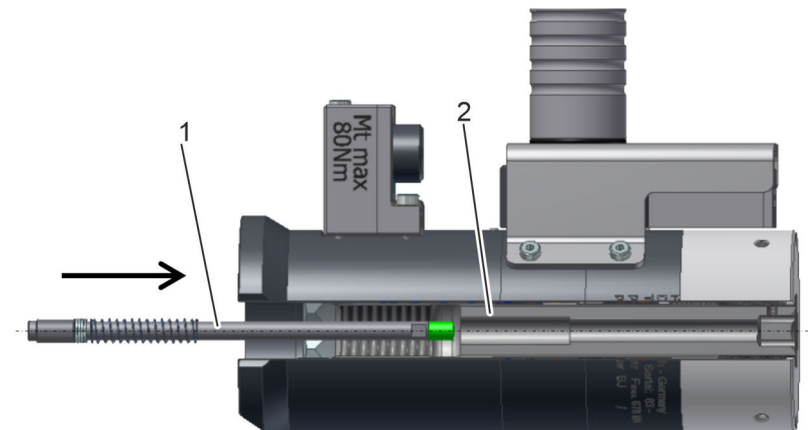

Abb. 16: Zugbolzen
4. Montierten Messstab (Abb. 16/1) in den Zugbolzen (Abb. 16/2) stecken.